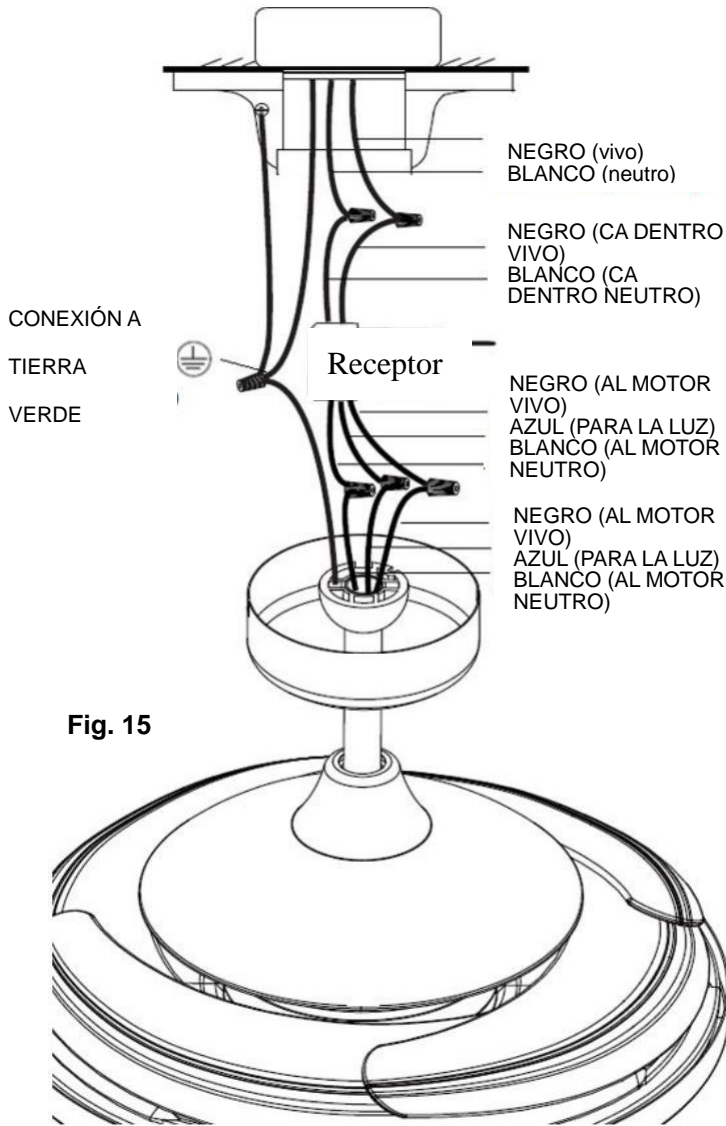

Fig. 15
1. Conecte el cable vivo de suministro eléctrico del hogar (negro) al cable de entrada del receptor (negro, AC IN L) como se muestra en la **Fig. 15**